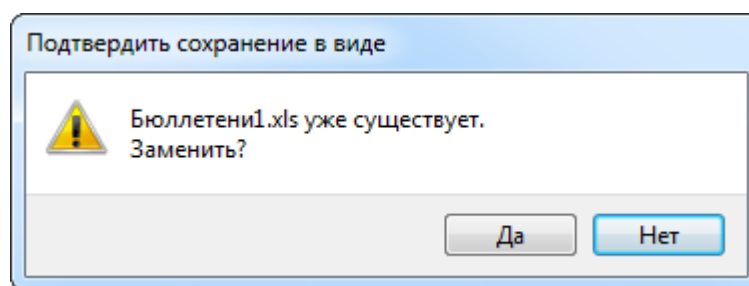

Рис. 13-528 – Подтверждение о перезаписи файла
2) Нажать кнопку «Сохранить в Excel» панели «Окно» (рис. 13-528).